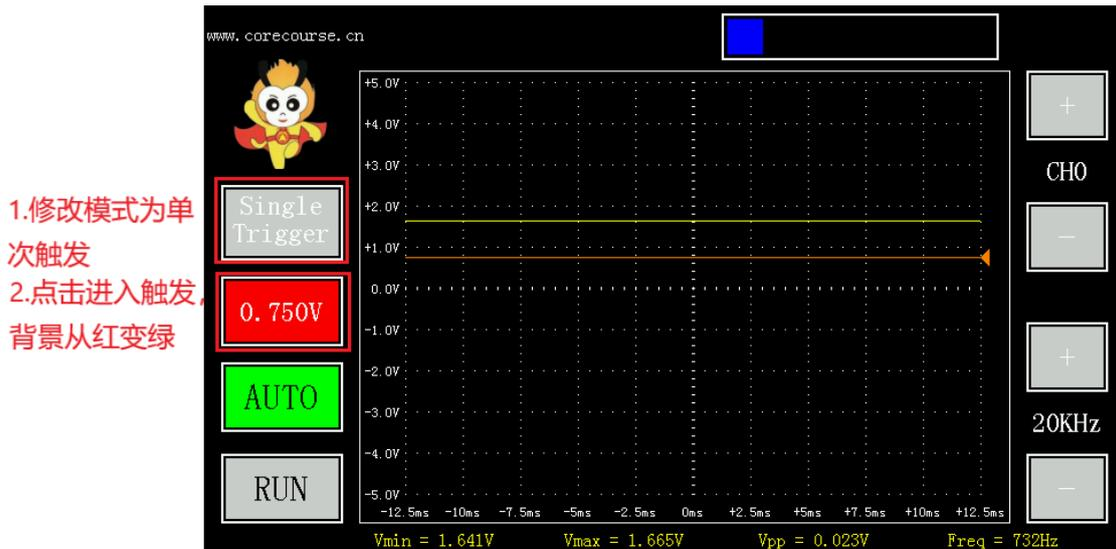

图 1-32 单次触发波形图
- 3. 单次触发：点击触发模式切换按钮，切换到单次触发模式，“触发电压”按钮会变为绿色可触摸，然后设置触发电压为 0.750V，点击“0.750V”启动单次触发，在等待触发时，“触发电压”按钮为红色，再次点击可退出等待，如下图 1-32 所示。